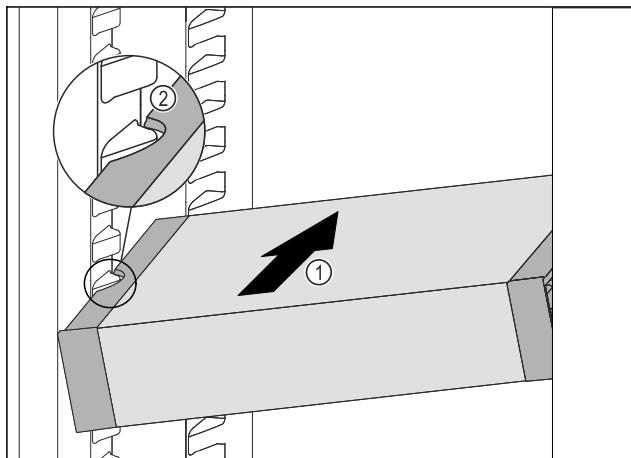

Fig. 31
- Вставити VarioSafe під кутом в охолоджувальне відділення Fig. 31 (1), додоки бокові поглиблення Fig. 31 (2) VarioSafe не будуть на рівні ребра для резервуара в охолоджувальному відділенні.